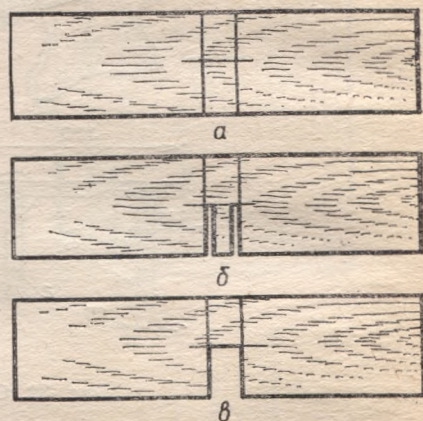

Рис. 37. Разметка (а) и выполнение (б, в) на вертикальных стойках прорезей для крестообразного соединения.
7. Разметить и выполнить на вертикальных стойках прорезы для крестообразного соединения (рис. 37).